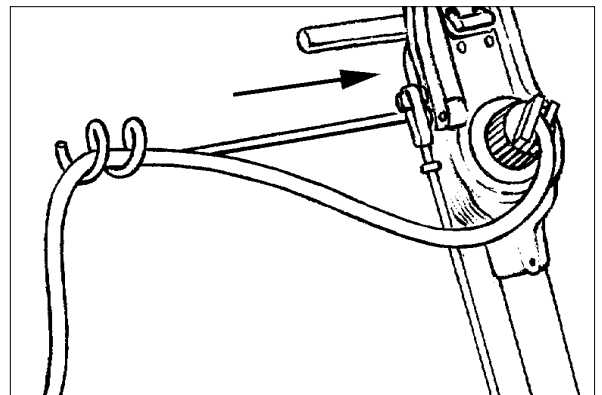

Figura 10
4. Enrolle el cable eléctrico a través del brazo del cable. (Consulte la figura 10). Mantenga el cable eléctrico alejado del recorrido del equipo. No conecte el cable eléctrico en este momento.